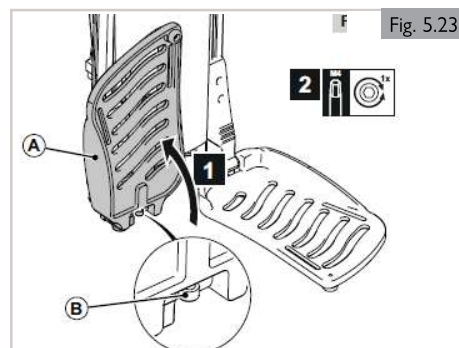

Fig. 5.23
4. Comme avec tout composant mobile, veillez à ne pas vous pincer les doigts. (Fig. 5.23)
#### **Inclinaison de la cheville (Fig. 5.23)**